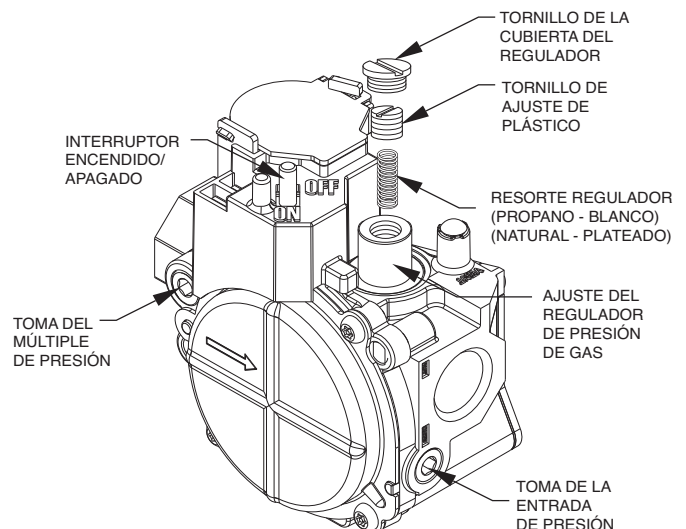

Fig. 12 – Válvula de gas de una etapa
1. Quite el tornillo de la cubierta del regulador sobre el tornillo de ajuste plástico de la válvula de gas (consulte la Fig. 12).
2. Gire el tornillo de ajuste plástico hacia la derecha para aumentar la entrada de gas o gire el tornillo de ajuste plástico hacia la izquierda para disminuir la entrada (consulte la Fig. 12). La presión del múltiple debe estar entre 3,2 y 3,8 in. C.A.
3. Vuelva a colocar el tornillo de la cubierta del regulador en la válvula de gas (consulte la Fig. 12).
Después de extraer el panel de acceso al control (consulte la Fig. 18), observe el funcionamiento de la calefacción de la unidad. Observe las llamas del quemador para ver si tienen un color azul claro y una apariencia suave, y si las llamas son aproximadamente iguales para cada quemador. El gas propano tiene una llama azul (consulte la Fig. 12). Consulte la sección Mantenimiento para obtener información sobre la extracción del quemador.